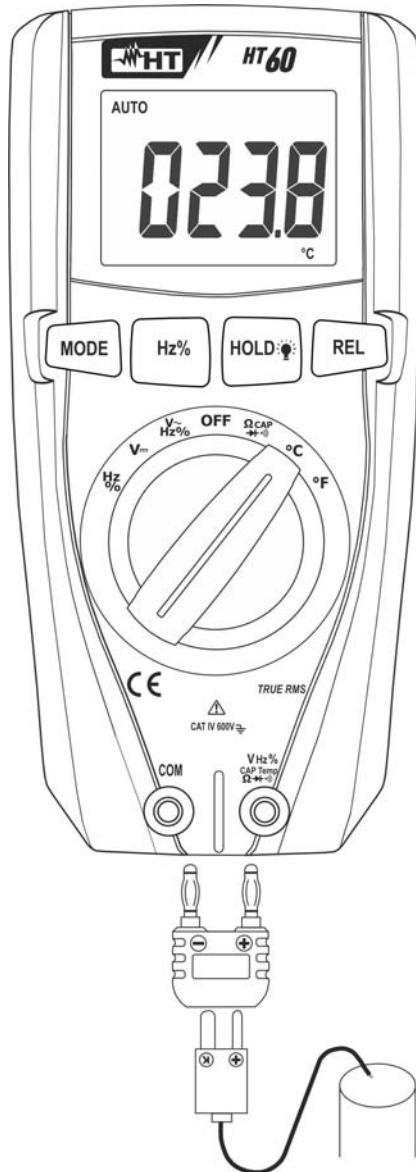

Abb. 8: Verwendung des Gerätes für Temperaturmessung
2. Stecken Sie den mitgelieferten Adapter in die Eingangsbuchsen **VHz%CAPTemp** ( $\Omega \rightarrow +$ ) (Polarität +) und **COM** (Polarität -) (siehe Abb. 8).